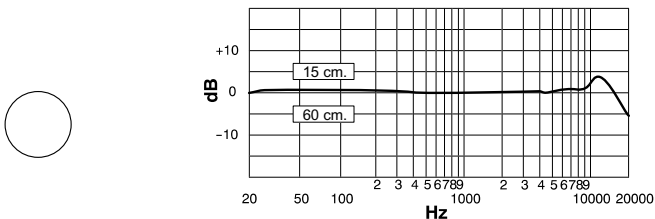

FIGURE 6. COURBE DE RÉPONSE EN FRÉQUENCE TYPIQUE
**Omnidirectionnel.** Capte également les sons provenant de toutes les directions. Cette configuration est la meilleure pour la prise de son d'ambiance et pour enregistrer plusieurs sources sonores à la fois, comme des chanteurs ou un ensemble. La configuration omnidirectionnelle ne souffre pas de l'effet de proximité. Voir figure 6.